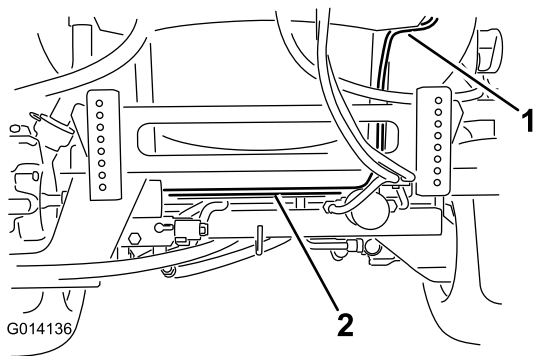

图14
1. 找到软管卷控制箱的电气线束。将较长的带环形端子和保险丝接头的线束，穿过药缸滑轨后部以及喷洒臂提升器支架后面的车架 (图14)。用塑料扎带将线束紧固到机架上。